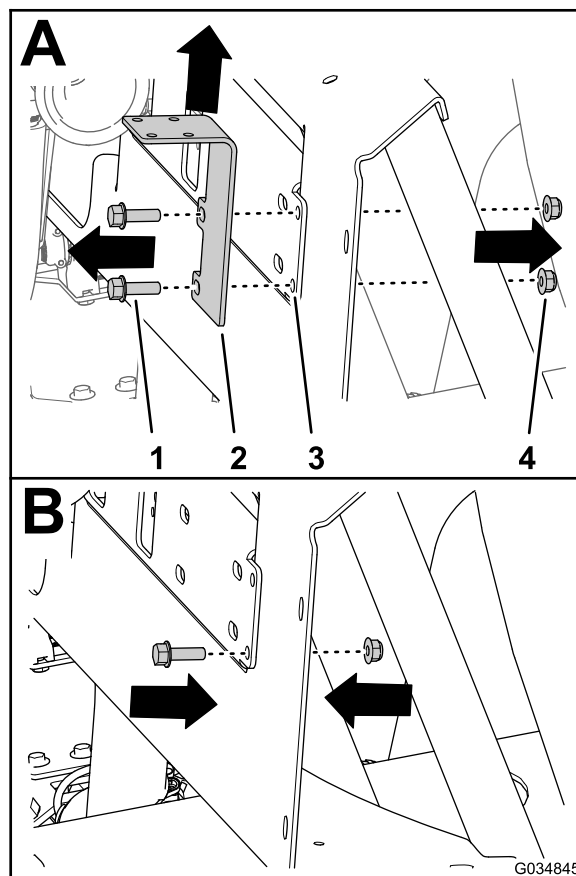

Figura 54
5. Rimuovete i 2 bulloni a testa flangiata ($\frac{5}{16}$ " x 1") e i 2 dadi di bloccaggio flangiati ($\frac{5}{16}$ ") che fissano la staffa di supporto per la valvola di intercettazione di bypass al supporto del collettore (A di Figura 54) e rimuovete la staffa della valvola di intercettazione.
6. Montate un bullone a testa flangiata (5/16" x 1") e un dado di bloccaggio flangiato (5/16") sul supporto del collettore (B di Figura 54) nella posizione del foro inferiore per la staffa della valvola di intercettazione che avete rimosso al passaggio 5.